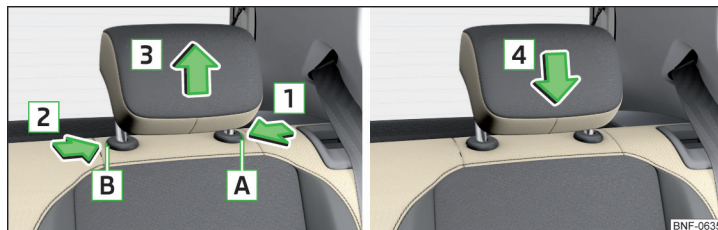

Fig. 52 Reposacabezas traseros: Desmontar/montar
- » Presione la tecla seguro **A** y manténgalo en el sentido de la flecha **1** » fig. 52.
➤ Introducir el reposacabezas en sentido de la flecha **4** hasta que encastre la tecla del seguro » fig. 52.